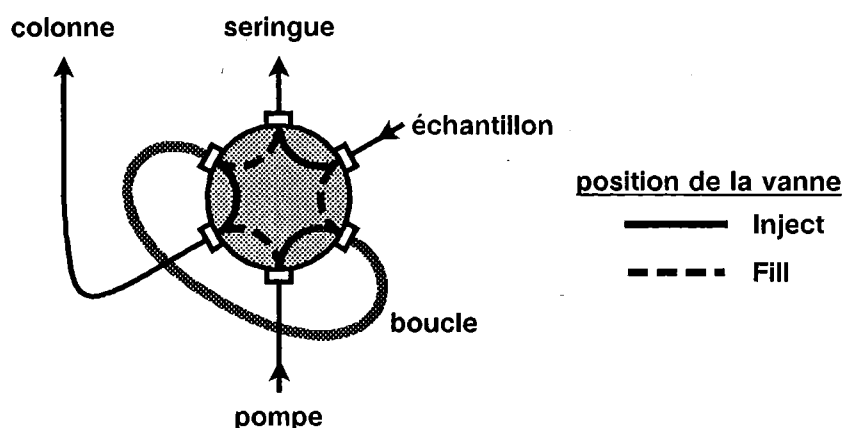

Fig. 19: Fonctionnement de l'injecteur aux Chromatographes ioniques 690.0010/690.0020
Le Chromatographe ionique 690.0010 est muni d'une vanne à injection à boucle VALCO (loop) de 100 μL , qui est activé **manuellement** en tournant le bouton. Si l'on veut injecter des volumes d'échantillon différents, on remplacera la boucle de commerce appropriée (p.ex. boucle d'échantillon 10 μL 6.2620.080). La Fig. 19 démontre schématiquement le fonctionnement de l'injecteur dans les positions "Fill" et "Inject".
Le Chromatographe ionique 690.0020 est muni d'une vanne à injection à boucle VALCO (loop) de 100 μL , qui est activé **électriquement** par le commutateur (34) ou par commande externe. Si l'on veut injecter des volumes d'échantillon différents, on remplacera la boucle par une boucle de commerce appropriée (p.ex. boucle d'échantillon 10 μL 6.2620.080). La Fig. 19 démontre schématiquement le fonctionnement de l'injecteur dans les positions "Fill" et "Inject".